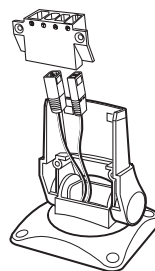

Рис.26:
2. Подтяните аккуратно кабель сквозь отверстие в турели вниз так, чтобы отверстия в корпусе муфты разъемов совпали с соответствующими крепежными отверстиями на турели (рис.26).